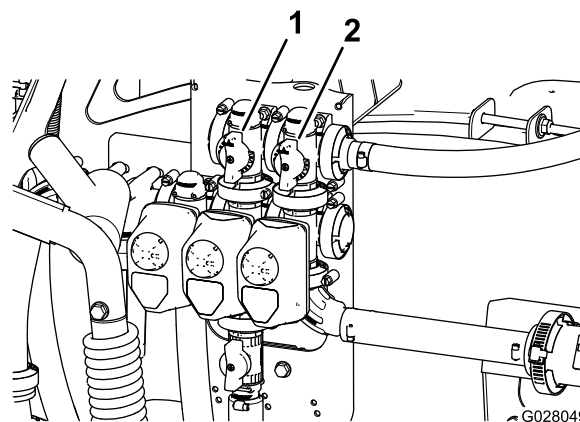

Figura 24
11. Regolate la valvola di bypass dell'agitatore (Figura 24) sul retro della valvola dell'agitatore fino a quando il valore della pressione sul misuratore corrisponde a 6,9 bar.
9. Regolate la stegola di bypass di sezione principale per controllare la quantità di agitazione nel serbatoio (Figura 24).